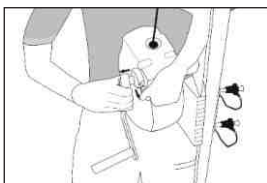

Fig. 6
- 1) Kontroller, at faldsikringen er i position for faldsikring. Kablet ruller ud og trækkes ind. Håndsvinget drejer ikke. Hvis det ikke er tilfældet, skal du trække i knappen, der sidder ved siden af håndsvingets rotationsakse, og skubbe dennes akse ind, indtil den grønne ring forsvinder helt. Slip det hele, den grønne ring skal vedblive at være usynlig (fig. 6).